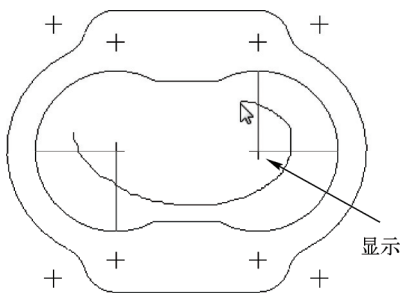

图 3-41 显示移动轨迹
STEP 03 在绘图区中单击鼠标左键并拖曳鼠标指针，使其通过删除的线段，在绘图区中会出现一条高亮显示的鼠标指针移动轨迹，如图 3-41 所示。